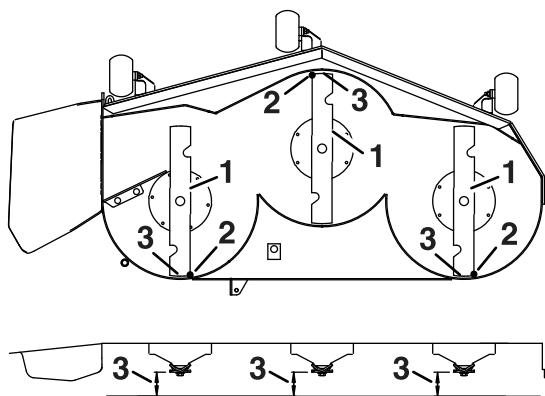

Figura 82
- Controllate il livello della lama in direzione longitudinale (Figura 82). Accertate che la punta della lama anteriore sia più bassa della punta della lama posteriore mostrata nella tabella dell'angolo di spoglia e dell'altezza del blocco. Se necessita di regolazione, proseguite con questa procedura.